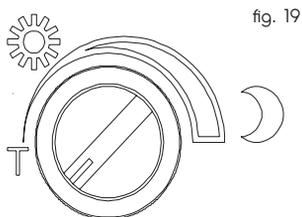

fig. 19
- Régler le petit bouton de la sensibilité à la lumière sur la position de départ initiale "T" (fig.19).
### PHASE 3: RÉGLAGE DE LA SENSIBILITÉ À LA LUMIÈRE (fig. 19)